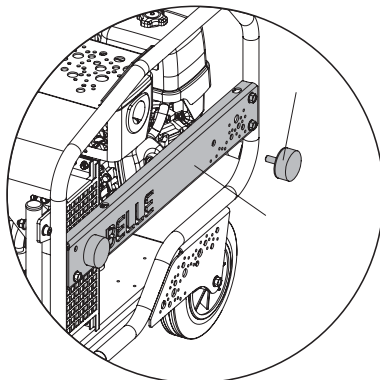

Abb. 2
3. Schrauben Sie 2 Anti-Vibrationshalter fest und verwenden Sie dabei die 2 M10-Unterlegscheiben und Muttern, die durch die Löcher des neuen Seitenschutzes erreichbar sind; per Hand festziehen (**siehe Abb. 2**).